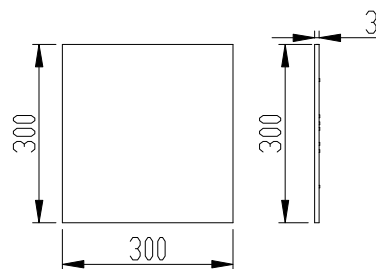

图4 铝散热板尺
- 注：1. 产品的最终安装环境需要满足模拟散热环境的要求。(请参考图4的铝散热器)
为了满足降额曲线和整机性能指标，实际安装要求电源底面紧贴散热铝板或相同尺寸的机壳（建议散热板尺寸如图 4所示，单位 mm）。为了优化散热性能，铝板表面必须光滑并涂敷导热脂，且必须安装在铝板中心位置。